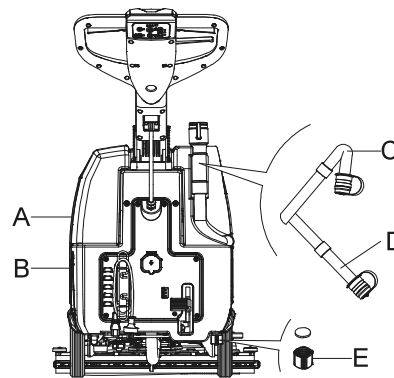

Figure 11
Lors de la vidange des eaux usées, le tube d'aspiration des déchets doit être replié (C, Figure 11) et abaissé en position inférieure (D, Figure 11), puis ouvrez le couvercle du tube d'aspiration des déchets pour vidanger l'eau. Ne pas orienter vers le haut le tuyau de vidange, afin de drainer l'eau à la verticale. Ceci afin d'éviter que les eaux usées se déversent sur l'opérateur.
8. Videz le réservoir de solution avec le couvercle de sortie (E, Figure 11). Après avoir travaillé, rincez le réservoir avec de l'eau propre.
2. Videz les réservoirs (A et B, Figure 11) comme indiqué au paragraphe précédent.